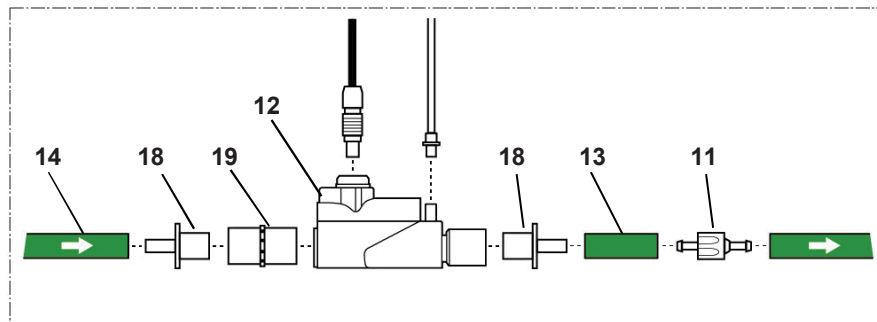

Figure 3. Raccords du module d'injection
2. Utiliser les deux éléments de tubulure, des adaptateurs (**18, 19**) et une valve antiretour (**11**) pour relier le module d'injection (**12**) au circuit respiratoire du patient Life Pulse HFJV (voir la Figure 3 ci-dessous).